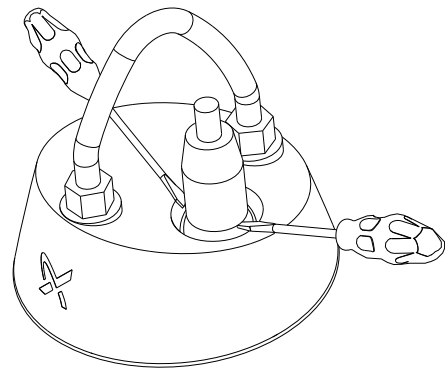

Рис. 6 Отсоединение штепсельного разъёма
2. Осторожно ослабьте разъём (181) с помощью двух отверток. См. рис. 6.